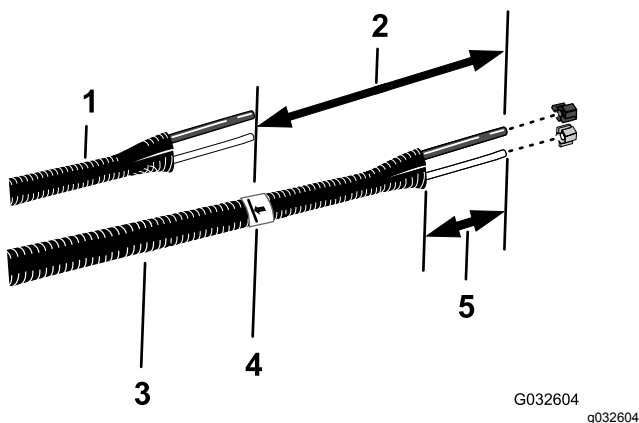

Bild 22
6. Fluchten Sie die alten Flüssigkeits- und Luftschläuche (Bild 22) mit den neuen Schläuchen (Toro Bestellnummer 114-9553) aus.
8. Markieren Sie auf den neuen Schläuchen eine Länge von 26 cm von der Markierung, die Sie in Schritt 7 hinzugefügt haben, und schneiden Sie die Schläuche an der zweiten (längeren) Markierung ab (Bild 22).
10. Entfernen Sie 77 mm bis 102 mm des Mantels um jedes Ende der Schläuche (Bild 22).